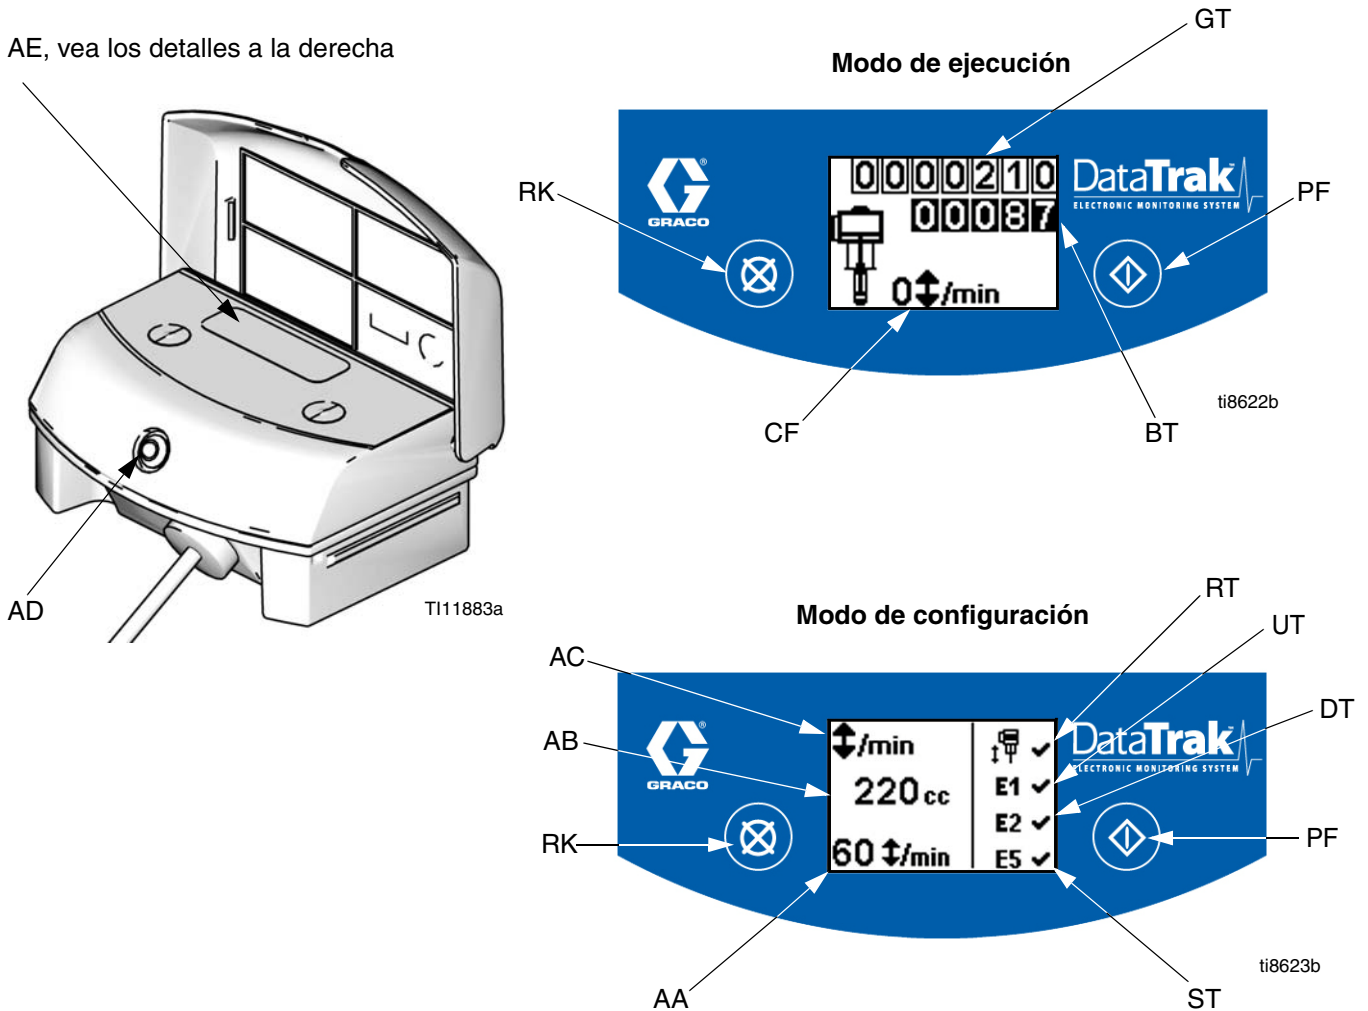

FIG. 7. Controles e indicadores de DataTrak
Leyenda para la FIG. 7
1. Vea la FIG. 7. Púlsela y manténgala pulsada  durante 5 segundos hasta que aparezca el menú de configuración.
NOTA: Cuando las opciones de error de embalamiento, E1, E2, y E5 están habilitadas, aparecerá una  en la pantalla de configuración. Vea la FIG. 7.
1. Vea la FIG. 7. Si se produce embalamiento de la bomba, se accionará el solenoide de embalamiento, parando la bomba. El LED (AD) destellará y la pantalla (AE) indicará una condición de
5. Abra la válvula de aire (E) para volver a poner en marcha la bomba.
NOTA: Para inhabilitar la vigilancia de embalamiento, vaya al modo de configuración y configure el valor de embalamiento en 0 (cero) o conmute (RT) a OFF  (vea la FIG. 7).
1. Vea la FIG. 7. Para entrar al modo de cebado/lavado, pulse cualquier tecla para activar la pantalla, luego pulse . Aparecerá el símbolo de cebado/lavado en la pantalla y el LED destellará
2. Mientras está en modo de cebado/lavado, se inhabilita la protección contra embalamiento y el totalizador de lotes (BT) no contará. El totalizador global (GT) continúa recontando.
Vea la FIG. 7. El último dígito del totalizador de lotes (BT) representa décimos de galón o litro. Para reiniciar el totalizador, pulse cualquier tecla para activar la pantalla, luego pulse  durante 3 segundos.
Vea la FIG. 7. La pantalla (AE) se apagará después de 1 minuto de inactividad en modo de ejecución o de 3 minutos en modo de configuración. Pulse cualquier tecla para activar la pantalla.
DataTrak puede diagnosticar varios problemas de la bomba. Cuando el monitor detecta un problema, el LED (AD, FIG. 7) destellará y aparecerá en la pantalla un código de diagnóstico. Vea la Tabla 1.